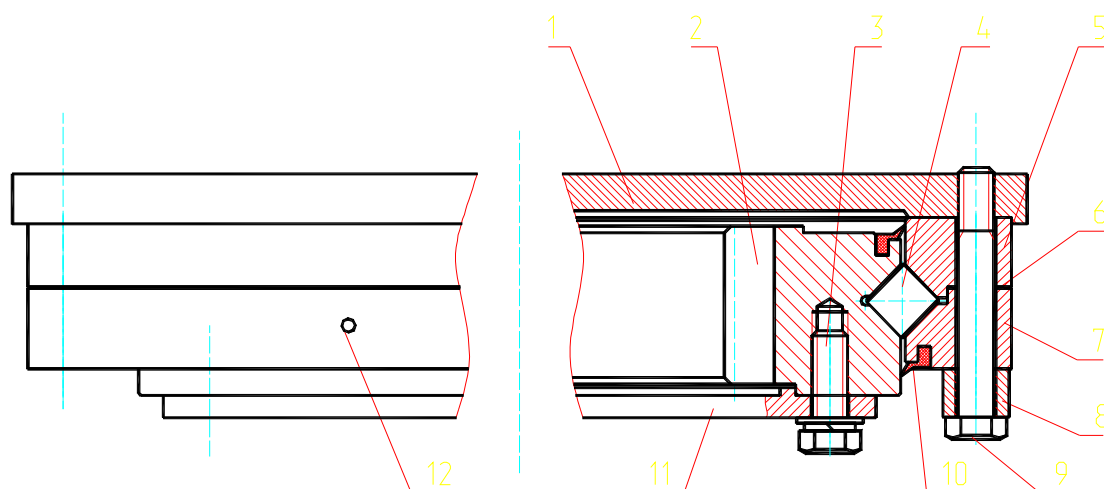

Рис. 22 Опорно-поворотное устройство
1.1. ОПОРНО-ПОВОРОТНОЕ УСТРОЙСТВО (РИС. 22)